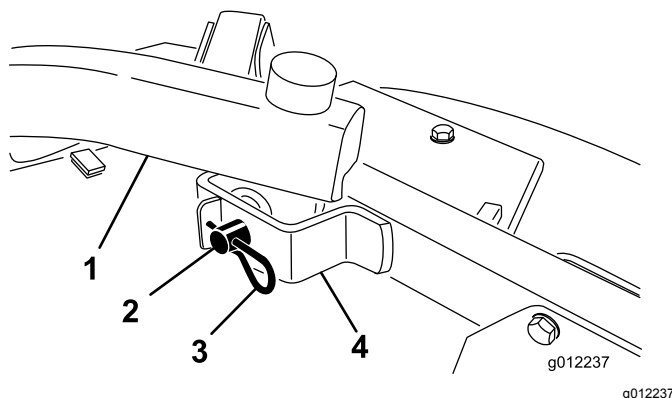

Figure 24
2. Retirez les goupilles fendues et les axes de chape qui fixent les bras de levage aux supports des bras pivotants (Figure 24).